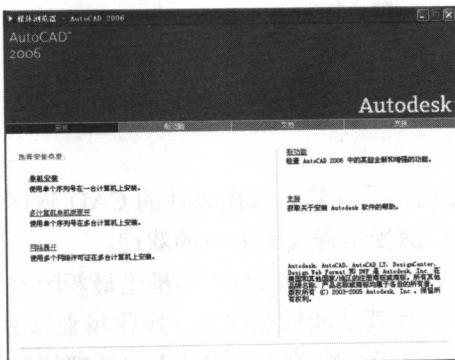

图 1.1 AutoCAD 2006 安装对话框
**步骤 1** 在光驱中插入 AutoCAD 2006 中文版安装光盘，系统会自动弹出安装对话框，如图 1.1 所示。